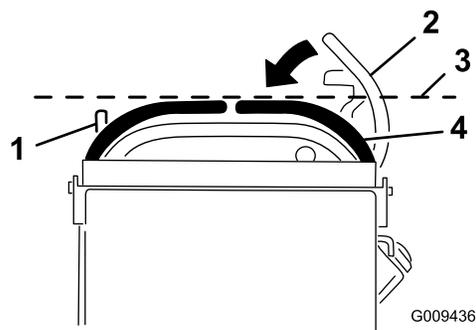

Figura 82
3. Spingete in giù le leve di controllo del movimento per toglierla dalla posizione di BLOCCO IN FOLLE (Figura 82).
4. Controllate se la leva di controllo del movimento destra è allineata orizzontalmente con la leva di controllo del movimento sinistra (Figura 82).